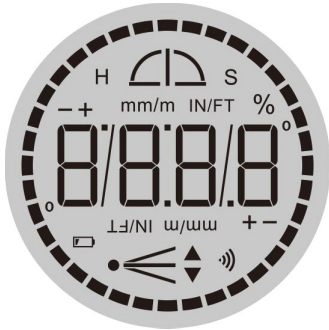

Рис. 2
- На дисплее (8) по кругу расположены 36 светодиодов, имитирующих пузырьковый уровень (рис. 2). После стабилизации прибора в нижней части дисплея (8) загораются 18 светодиодов, определяющих текущий наклон.